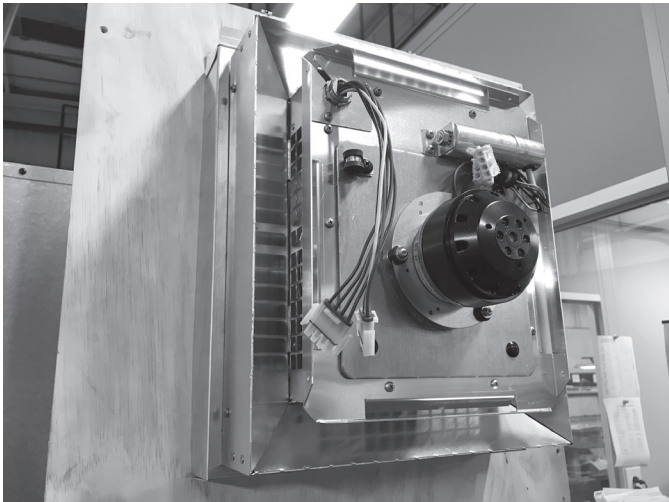

Figure 7.19
- Acheminez le faisceau de câbles à travers l'ensemble moteur et la plaque de fixation, puis fixez-le à l'aide d'un connecteur Romex. Remettez la plaque de fixation en place sur l'ensemble moteur à l'aide des (2) vis. Installez l'ensemble moteur sur la base du chapeau et fixez-le à l'aide des (8) vis. Voir la figure 7.19.